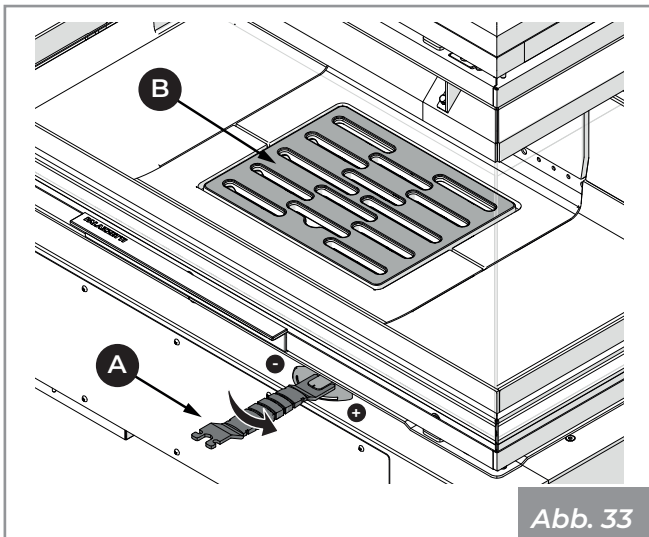

Abb. 33
- Mit Hilfe des mitgelieferten kalten Griffs (A) die Einstellung der Primärluft (Abb. 33) ganz öffnen (+).
- Die Holzscheite vorsichtig in die Brennkammer legen, wobei die Schamotten des Gitters (B) nicht vollständig abgedeckt werden dürfen (Abb. 33).
- Mit Hilfe des entsprechenden kalten Griffs (A) (Abb. 33) die Lufteinlassöffnung erst dann verkleinern, wenn sich eine angemessene Glutbasis gebildet hat.